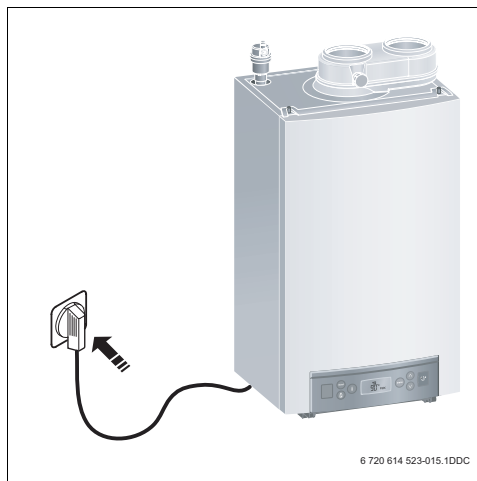

Fig. 10 Netstekker in wandcontactdoos
- Neem het cv-toestel in bedrijf door de netstekker in de wandcontactdoos te steken (→ fig. 10).